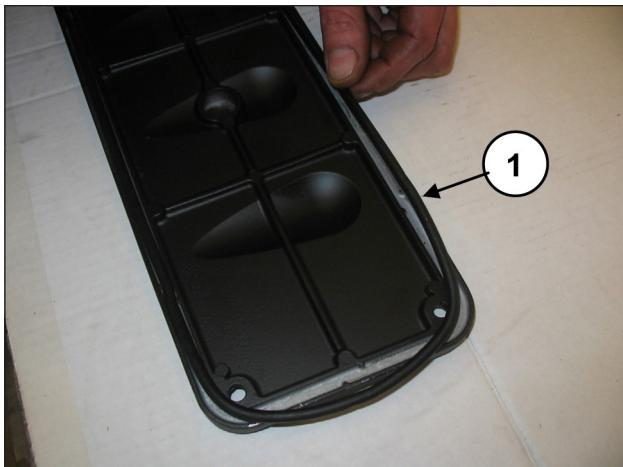
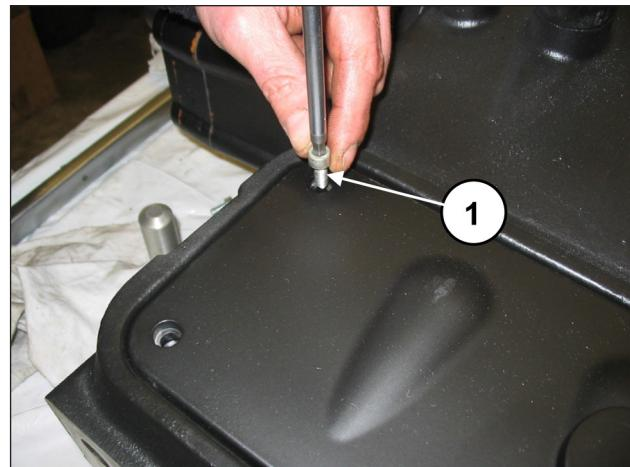

图 154
图 155
在检测盖上插入O形圈（位置①，图 154）并安装检测盖，可使用4+4螺丝M6x14（位置①，图 155）。